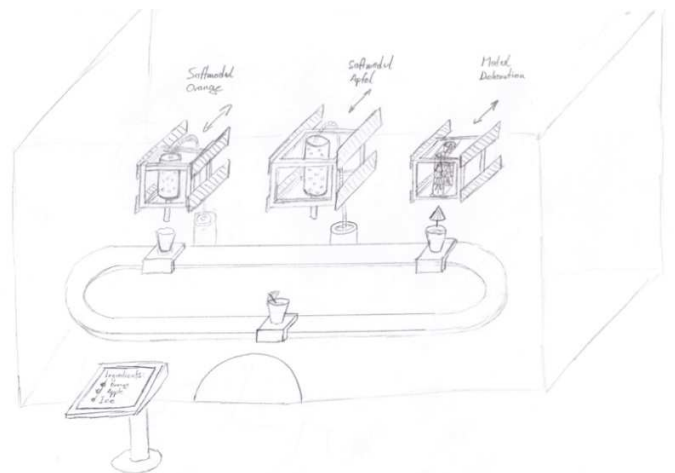

Abbildung 5 - Entwurfsskizzen zum Cocktail-Konzept
- b. Abfüllanlage mit verschiedenen Stationen (siehe *Abbildung 5*)